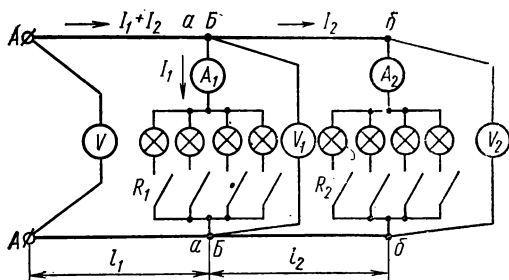

Рис. 2.27
Потребители могут включаться не только в конце, но и посередине линии (рис. 2.27), тогда
4. Используя линии $A-a$ и $B-b$, собрать цепь (рис. 2.27) и показать ее преподавателю для проверки.